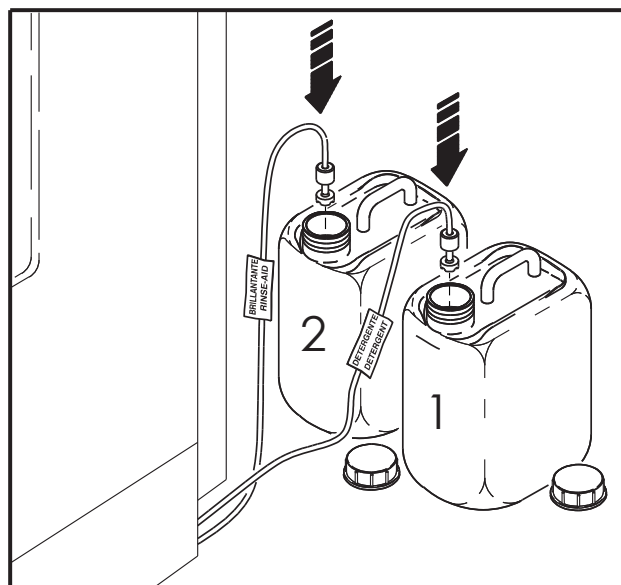

Fig. 22
- Verifique o abrillantador e o nível de detergente no recipiente externo e substituí-lo, se necessário (fig. 22)